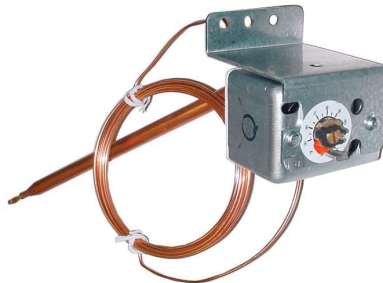

Figure 18. Thermostat de conduit monté sur unité
- **Ductstat avec tube capillaire (option AG3)** : Le thermostat de conduit monté sur l'unité (voir Figure 18) offre une plage réglable de 0°F à 100°F (-17.8°C à 37.8°C) avec une température différentielle fixe de 3°F (1.7°C). La sonde est préréglée en usine à 70°F (21.1°C). En raison des différents réglages de débit d'air (CFM) et des températures de l'air extérieur, la température moyenne de sortie en aval pourrait ne pas correspondre exactement au réglage du thermostat de conduit. Une fois l'installation terminée, ajustez le point de consigne du thermostat de gaine afin d'obtenir la température moyenne de sortie souhaitée.